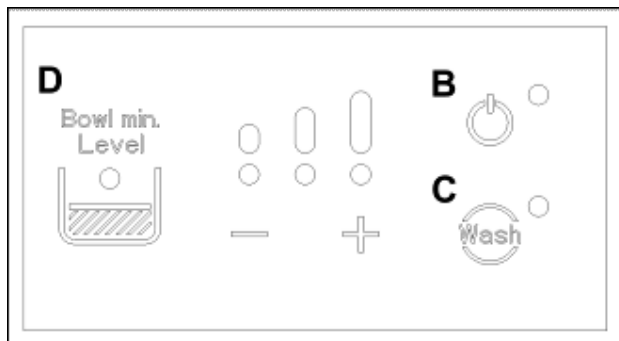

Fig. 34
- **L'accensione del LED di segnalazione del livello del prodotto D e il LED di accensione B (Fig. 34) con contemporanea attivazione di un segnale acustico indica che il livello del prodotto nella vasca superiore è troppo basso ed è necessario procedere a un rabbocco; al verificarsi di queste condizioni l'apparecchiatura si blocca e solo il sistema di erogazione potrà essere attivato, se necessario, fino al ripristino di un livello di prodotto adeguato.**